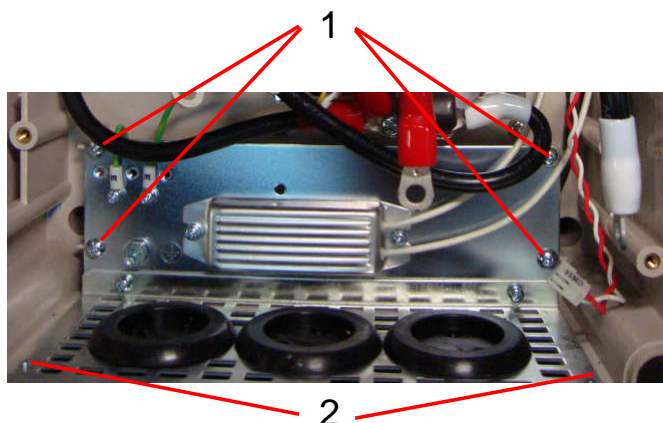

Рис.6.19
6.11.2. Выкрутить четыре самонарезающих винта 1 и два винта 2, снять панель кабельных вводов в сборе с панелью резистора и резистором предзаряда (рис.6.19). Положить винты в тару.